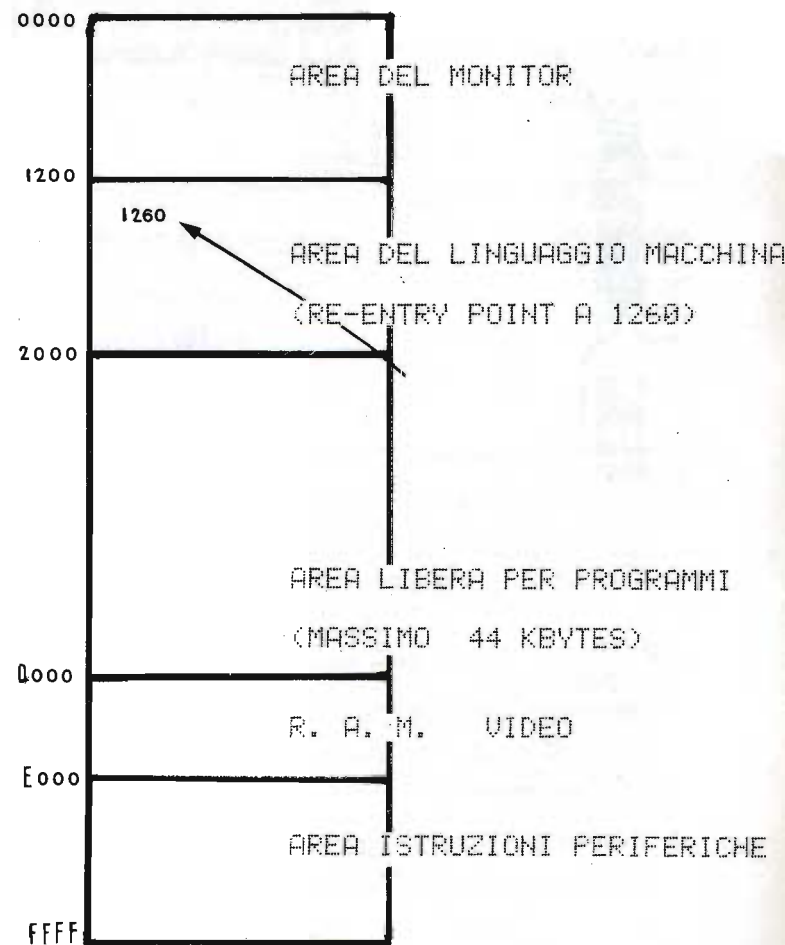

Fig. 2 - Mappa di memoria del sistema **MZ-80K SHARP** quando ospita il linguaggio macchina a posto del **BASIC**.
- 1) determinare la locazione di memoria a partire dalla quale è contenuto il programma di controllo a cui cedere il comando ad ogni fine di programma utente. Precisiamo che per lo **SHARP** accade che il Linguaggio Macchina 2001 contiene tutte le possibilità offerte dal monitor, con in più altre per display-dati, stampe, ecc., per cui è più conveniente dare il controllo a fine programma direttamente a tale linguaggio macchina. Troveremo quindi la locazione di rientro, che risulta essere in esadecimale **1260H** (**H** sta per **HEX.**, cioè esadecimale), esaminando la mappa di memoria in fig. 2.
2) Costruzione di una istruzione BASIC su misura. Ci occuperemo di aggiungere al set di istruzioni standard del BASIC un'altra istruzione che ci definiremo noi. Il nostro scopo è quello di disporre di una istruzione per effetti sonori speciali (per giochi, TV-games, ecc.). Innanzitutto, dobbiamo fare delle considerazioni sulla memoria. La nostra istruzione in più, che scriveremo in linguaggio macchina, risiederà nella RAM - utente, quindi fuori dal linguaggio vero e proprio. Dovremo quindi cercarle una zona di memoria "stabile" in cui siamo sicuri che il BASIC non vada a scrivere né programmi né dati. Per essere sicuri che tale zona di memoria risponda a tali requisiti, la sceglieremo, nella mappa di memoria di fig. 2, lontana dal BASIC in modo che non si intralci con esso. Scegliamo quindi la locazione di memoria CFOOH (cioè 52992 in decimale), dalla quale scriveremo il programma dell'istruzione dell'effetto sonoro. Il nostro proposito consiste nel generare un suono tipo "laser" che inizia a frequenza alta, poi via via decresce fino a smorzarsi finendo in una specie di "motore spento". Il relativo programma in linguaggio macchina esposto qui di seguito non è di facile interpretazione per chi non conosce bene l'assembly e le particolarità del sistema MZ-80K, quindi il lettore potrà far uso di questa routine, rimandando l'esatta comprensione di essa a tempi più adatti (il programma è valido per il CPU Z-80 ma non per CPU 8080-8085):